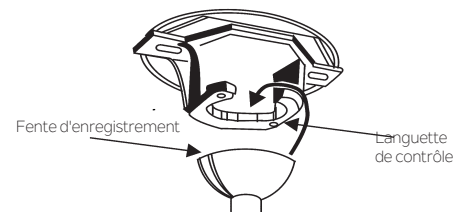

Fig. 10
**Étape 9.** Soulever le moteur en position et placer la boule de suspension dans le support de montage au plafond. Tourner l'assemblage entier jusqu'à ce que la "Check Tab" (languette de contrôle) se trouve dans "Registration Slot" (fente d'installation) et qu'il soit fermement logé. (Fig.10)